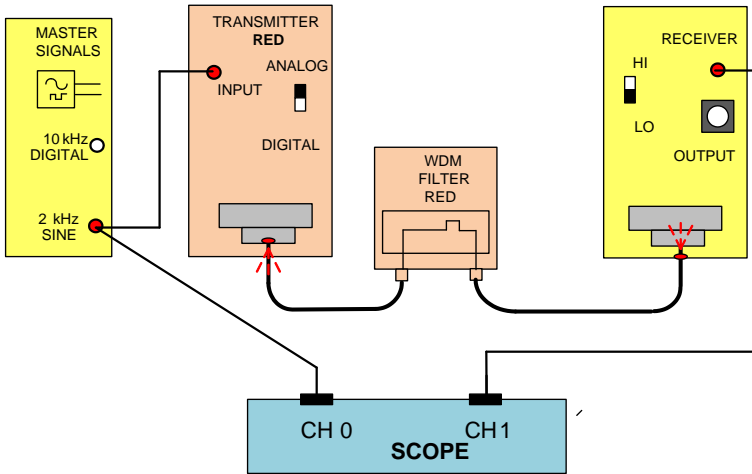

Рис.3. Схема соединений для измерения потерь светофильтра
15. Подключите к схеме **красный** светофильтр, как показано на рис. 3.